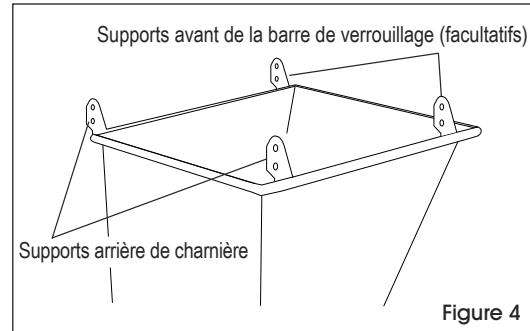

Figure 4
8. Répétez les étapes 6 et 7 avec un support gauche sur le côté avant gauche de la benne. (Voir Figure 4)